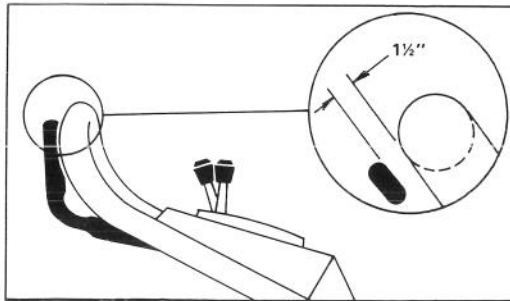

Figure 20
3. Levez la barre de commande jusqu'à ce qu'une résistance se fasse sentir. La barre de commande doit se trouver à 38 mm du guidon lorsque le réglage est correct (Fig. 20).